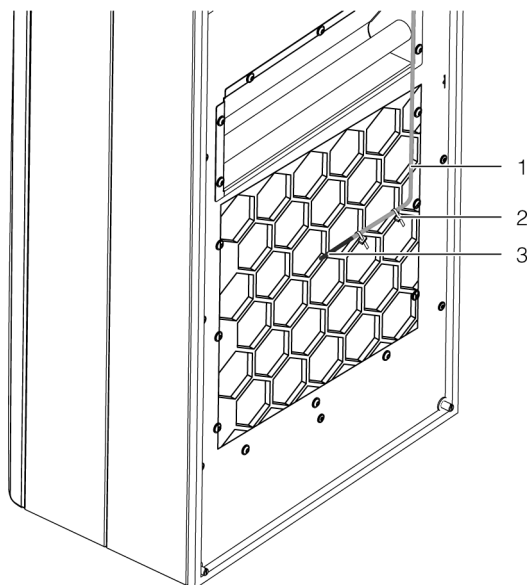

Fig. 23: Sensor de temperatura na frente da saída de ar frio (exemplo)
- Instale o sensor de temperatura na posição central da saída do ar frio do condicionador de ar (fig. 23).